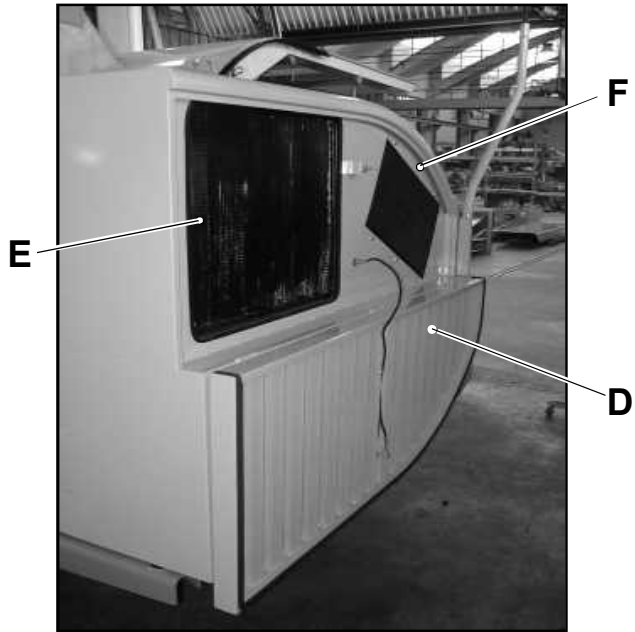

FIG. 43
Het schoonmaken van de grill (D) en radiatoren (E-F - Fig. 43) dient onder hogeluchtdruk zowel intern als extern te worden gedaan. Mocht dit niet voldoende zijn dan kan men ze ook met water schoonmaken.